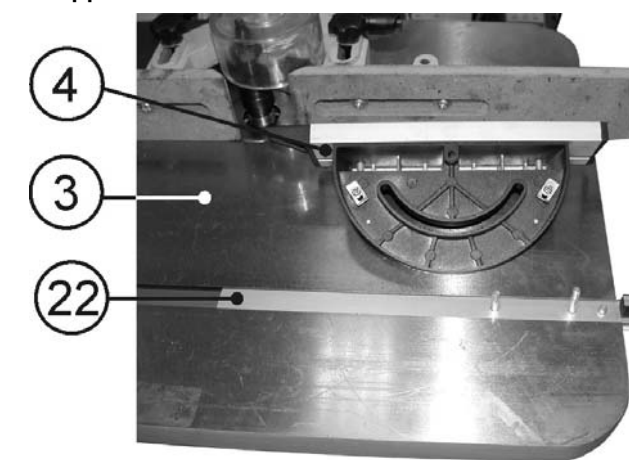

Рис.4
8.2.1. В паз рабочего стола (3) вставьте скользящую планку (22), Рис.4.